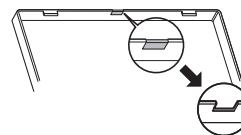

Рис. 4.2.7
- Вырежьте заглушку (обозначено серым на Рис. 4.2.7) на передней крышке ножом или кусачками.